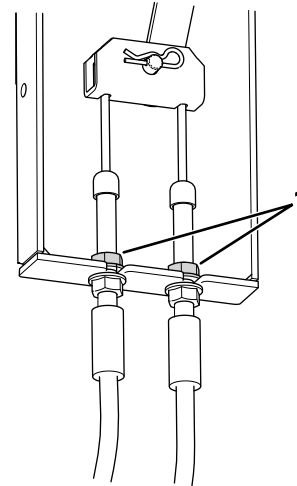

Bild 73
3. Lokalisieren Sie die Bremskabelhalterung (Bild 73) unter der linken Seite der Maschine, nahe dem linken Rad.